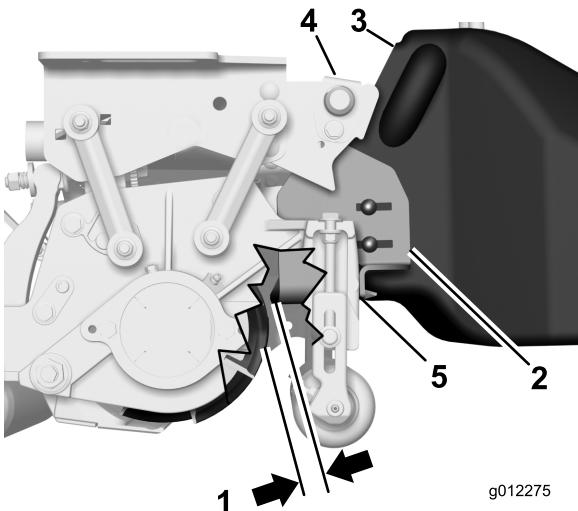

Figura 15
- A ciascuna estremità del cesto, allentate i dadi del bullone a testa tonda fissando le staffe di fermo al cesto (Figura 15).
- Posizionate il cesto in modo che sia parallelo all'apparato di taglio con una distanza minima di 6 mm tra il margine del cesto e il cilindro (Figura 15).